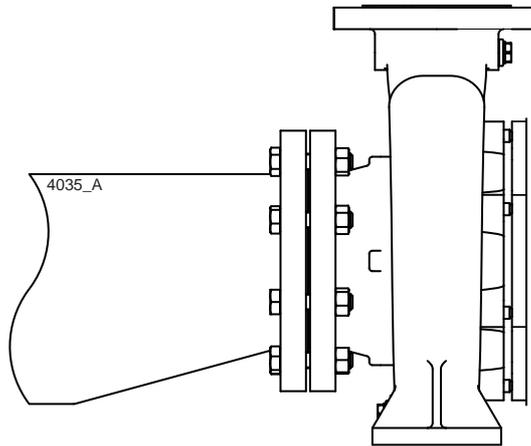

Figura 6: Reducción excéntrica de la brida de succión.
- El paso interior del tubo de succión debe tener un diámetro suficiente. Dicha tubería debe ser lo más corta posible y colocarse de tal modo que se evite la formación de bolsas de aire. Si esto resulta imposible, deberá instalarse un dispositivo de ventilación en el punto más alto del tubo. En caso de que el tubo de succión tenga un diámetro superior al de la conexión de succión de la bomba, deberá utilizarse una reducción excéntrica para evitar la formación de bolsas de aire y turbulencias. Consulte figura 6.